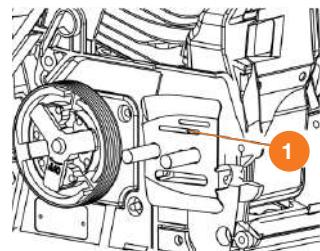

Рис. 18
Для предотвращения работы бензопилы без подачи масла на шину, регулярно, после каждого использования, очищайте выходное отверстие ① подачи масла (Рис. 18). Следите за тем, чтобы шина после установки плотно прileгала к выходному отверстию.